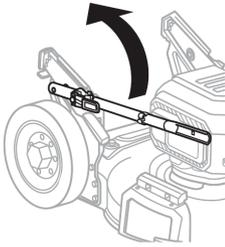

Рис. 2
1. Удерживая рычаг быстрой регулировки одной рукой, освободите ручку. Осторожно поверните ручку из сложенного положения в рабочее положение, как показано на рисунке (Рис. 2).